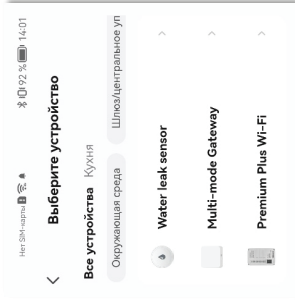

Рисунок 15.
- 3) В следующем окне выберите устройство, от которого нужно принять сигнал аварии, например, – «**Water leak sensor**» (рис. 15).